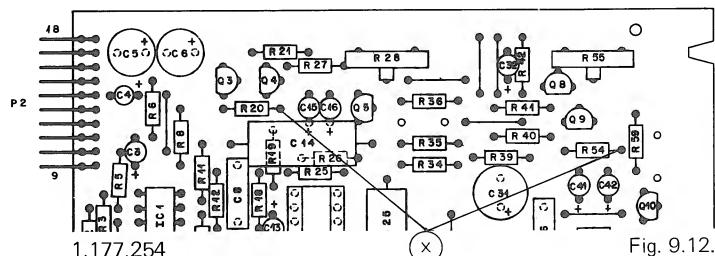

Fig. 9.12.
- Connect audio millivoltmeter to test point X in the DOLBY replay processor 1.177.254 (fig. 9.12.).
- NF-Millivoltmeter an Messpunkt X des jeweiligen Wiedergabekanals im DOLBY-Wiedergabe-Prozessor 1.177.254 anschliessen (Fig. 9.12.).
- Raccordez un millivoltmètre BF au point de mesure X d'un des canaux lecture du module de lecture DOLBY 1.177.254 (fig. 9.12.).